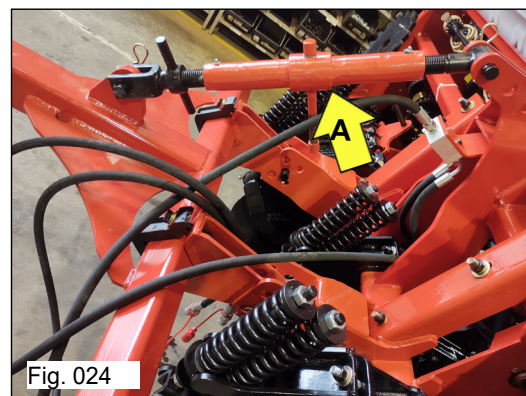
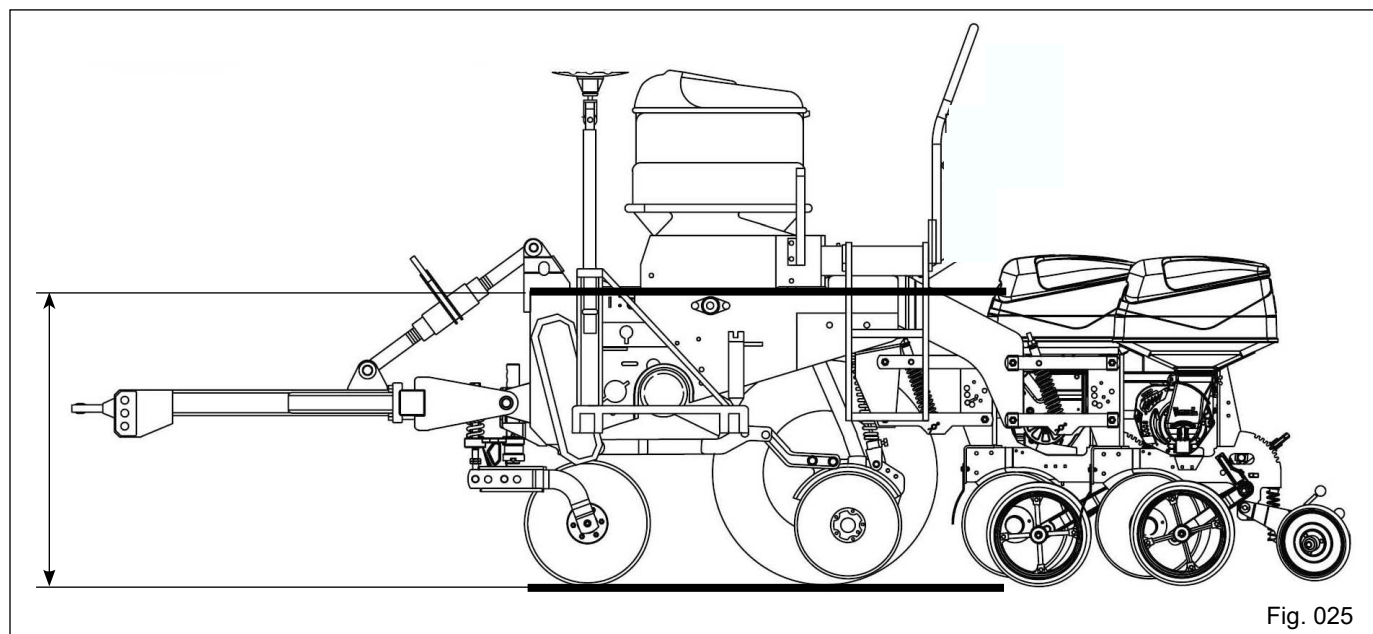

Fig. 024
Fig. 025
b) Através do regulador do cabeçalho (Fig. 024) movimentar o extensor até que a lateral do chassi esteja alinhada em relação ao solo (Fig. 025). Quando estende o comprimento do regulador do cabeçalho, a plantadora tende a inclinar para trás, quando encurta o comprimento do regulador do cabeçalho, a plantadora tende a inclinar para frente.